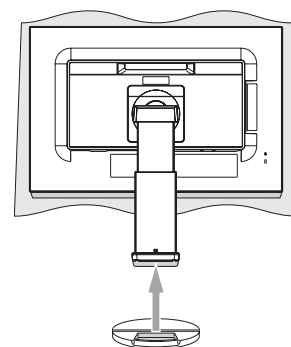

Figura 2
3. Fije la base al soporte y apriete el tornillo de la parte inferior (**figura 2**).